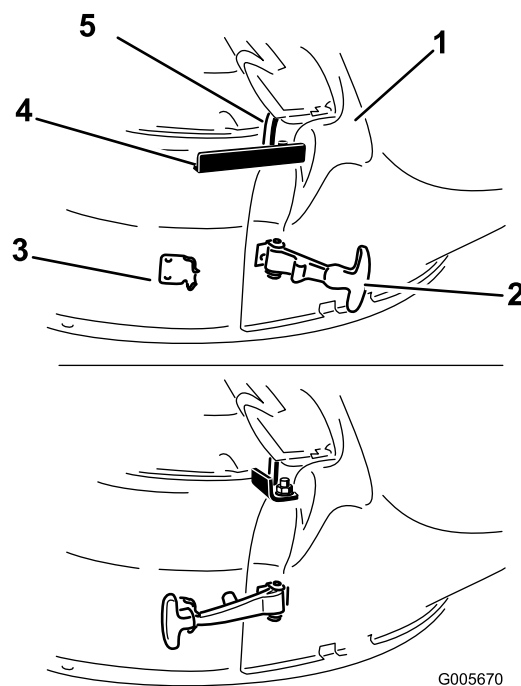

Figure 26
3. Fixez la goulotte sur le plateau en accrochant le loquet à poignée flexible de la goulotte sur la gâche soudée sur le plateau de coupe, à l'arrière de l'ouverture (Figure 26).
4. Fixez le crochet de retenue sur la tige de pivot pour fixer la goulotte en position (Figure 26).